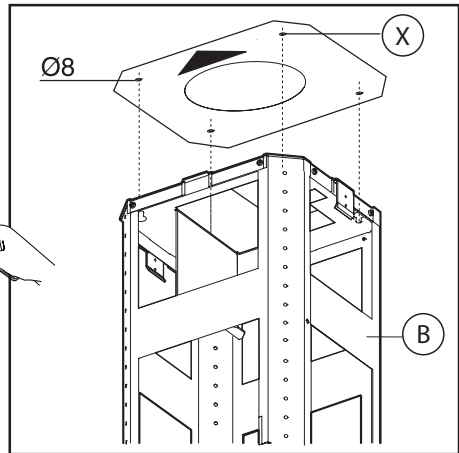

Fig.3
-Placera hålstansen i taket och se till att pilen sitter i samma läge som kåpens styrpanel (Fig.3).